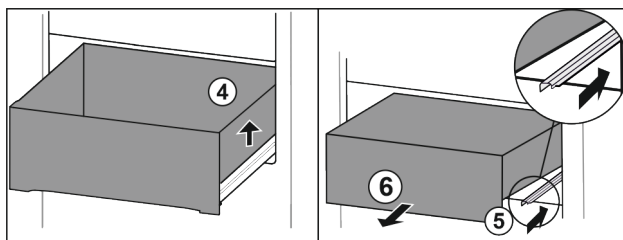

Fig. 160
- ▶ Nadzvedněte zásuvku vpravo. Fig. 160 (4)
- ▶ Zasuňte pravou kolejničku. Fig. 160 (5)
- ▶ Vyjměte zásuvku dopředu. Fig. 160 (6)